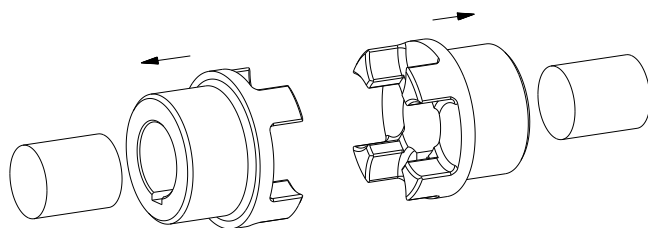

Figura 13: Montaje de los mangones
- Monte los mangones sobre el eje del lado conducido y motriz (véase figura 13).